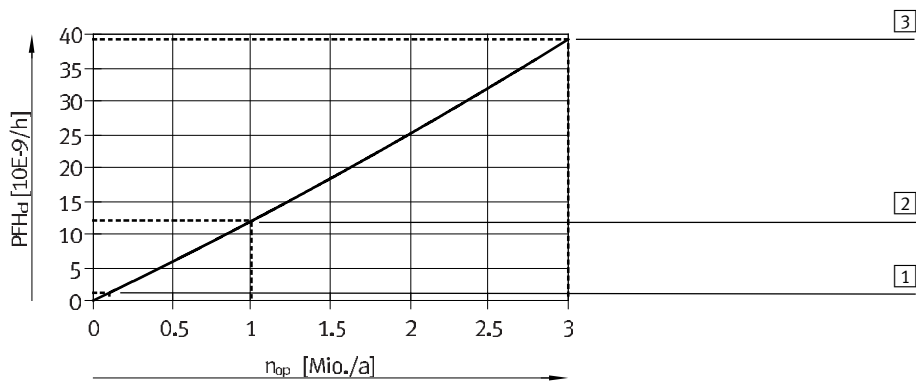

Fig. 11 Значение PFHd в зависимости от среднего количества активаций в год nop
Параметры – макс. достижимая категория – макс. достижимый уровень эффективности (Performance Level) – параметр срока службы $B_{10}$ – степень охвата диагностикой (DC)  – вероятность опасного отказа в течение часа (PFH d ) – срок службы $T_M$ – прошедший испытание конструктивный элемент	4  PL e 10 млн циклов переключения 99 %, если проверяется логическая операция связи управляющего сигнала и смены сигнала бесконтактного датчика положения (удержание в состоянии ожидания) при каждой активации обоих распределителей с электромагнитным управлением.  → Tab. 6 и Fig. 11 20 а  да
Блок управления представляет собой двухканальную подсистему. Параметры технических средств безопасности (→ Tab. 5) действительны на канал. Значение PFHd подсистемы (→ Tab. 6 и Fig. 11) можно рассчитать, например, посредством SISTEMA2) с помощью следующих значений: